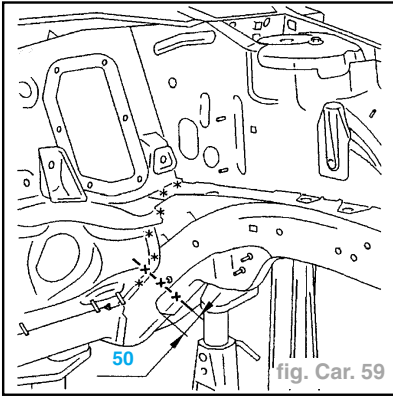

fig. Car. 59
- Tracer puis découper à l'aide d'une scie (coupe provisoire) (fig. Car. 59 et 60).